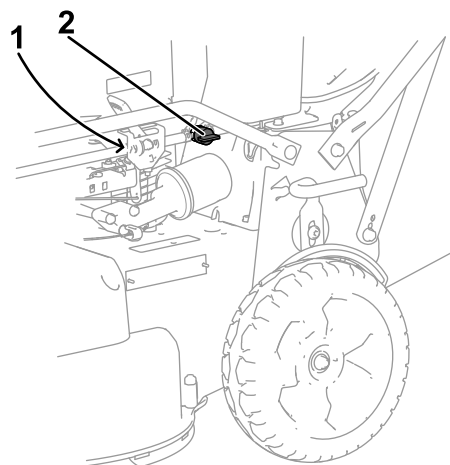

Figura 31
3. Închideți ventilul de închidere combustibil (Figura 31).
4. Demontați filtrul de combustibil (Figura 31) de pe conducta de combustibil slăbind clemele tuburilor care înconjoară filtrul de combustibil.